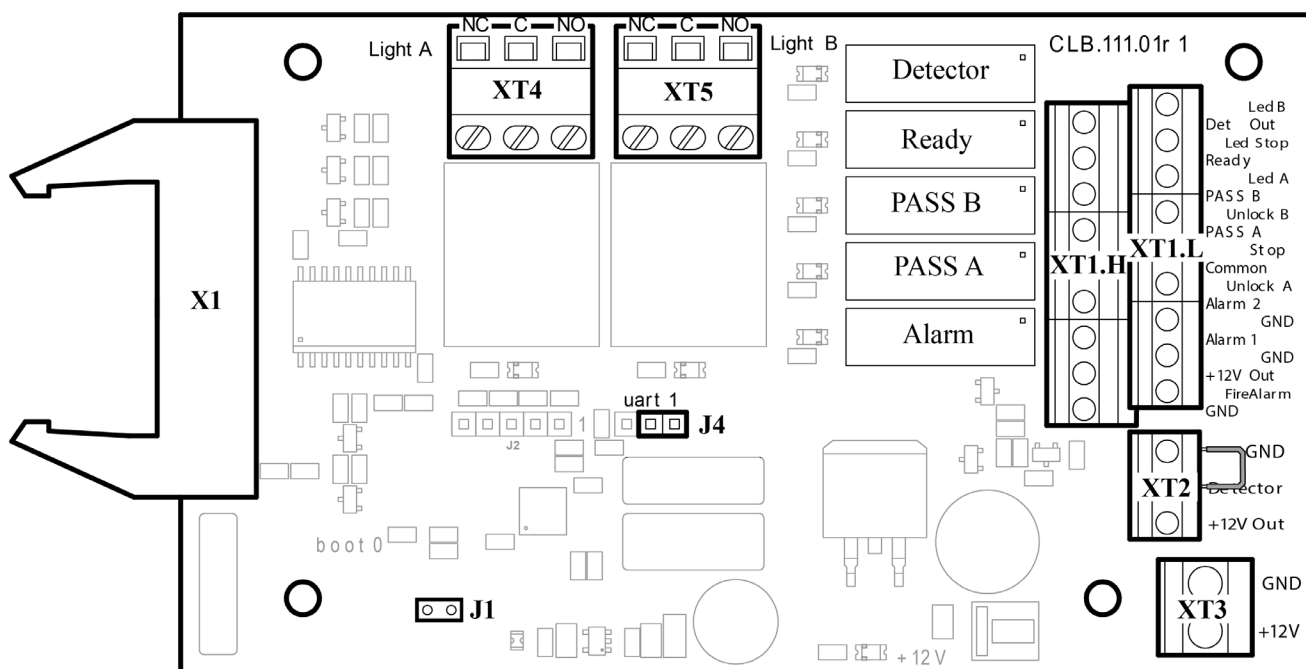

Рисунок 4. Внешний вид платы CLB
Внутри стойки под левой внешней стенкой (2) установлена плата управления турникетом CLB. К ней подключаются: ПДУ, выходы контроллера СКУД, устройство РУ, ДКЗП, устройство аварийной разблокировки турникета *Fire Alarm* (далее – *устройство Fire Alarm*). Подключение внешних устройств производится в соответствии со схемой электрических соединений турникета (см. рис. 4 и 13).
На плате CLB (см. рис. 4) расположены:
Выбор режима управления осуществляется снятием / установкой переключки на разъем J1 платы управления. Расположение разъема J1 показано на рис. 4 При поставке переключка установлена, что соответствует импульсному режиму управления турникетом. Для перехода в потенциальный режим управления снимите переключку. Изменение режима управления произойдет после включения турникета.
ПДУ подключается гибким многожильным кабелем к контактам *Unlock A*, *Stop*, *Unlock B*, *Led A*, *Led Stop*, *Led B* и *GND* клеммной колодки **XT1.L** платы управления (см. рис. 4 и 13).
Подключение устройства *Fire Alarm* производится к клеммной колодке **XT1.L** платы управления согласно схеме электрических соединений (см. рис. 4 и 13). Если вход *Fire Alarm* не используется, то необходимо установить перемычку между контактами *Fire Alarm* и *GND*. При поставке данная перемычка установлена.
Факт подачи напряжения на обмотку реле можно определить по загоранию соответствующего красного светодиода, установленного на плате управления вблизи соответствующего реле (см. рис. 4).